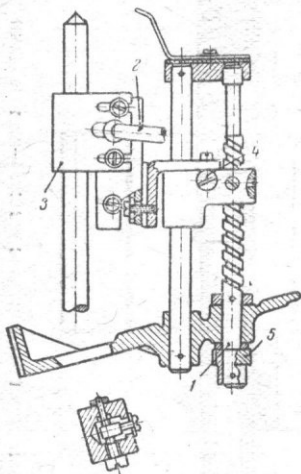

Рис. 36. Держатель отрицательного угля: 1—ходовой винт; 2—рукоятка зажима угля; 3—переставной угольник; 4—винт перемещения угля; 5—шестеренка
**Шпindelный механизм.** Подача держателя положительного угля осуществляется вращением вала 1 (рис. 35), снабженного винтовой нарезкой. С нарезкой вала сцепляется поводок основания положительного углеродержателя, движущегося в направляющих. Вал 1 — полый, в нем заключен вал 2, на котором сидит шестеренка 3, сцепленная с шестеренкой, укрепленной на ходовом винте держателя отрицательного угля (рис. 36).
На рис. 36 показан держатель отрицательного угля. Закрепление угля производится поворотом рукоятки 2.